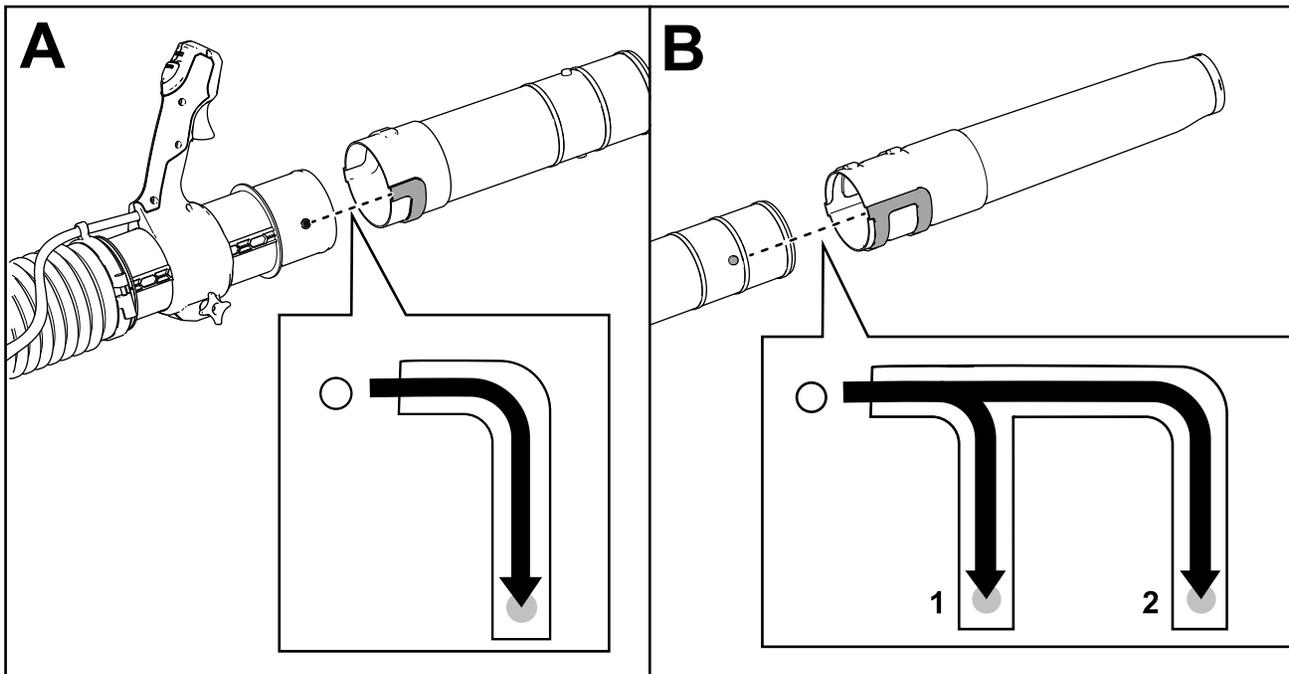

Bild 3
1. Schieben Sie die Gebläserohre des mittleren Gebläserohrabschnitts über den Knopf am Gebläserohrzylinder und drehen Sie das Mittelteil, um es zu arretieren (A in Bild 3).
2. Schieben Sie die Gebläserohrteile des Düsenteils über die Knöpfe des Mittelteils und drehen Sie die Düse, um sie zu arretieren (B in Bild 3).